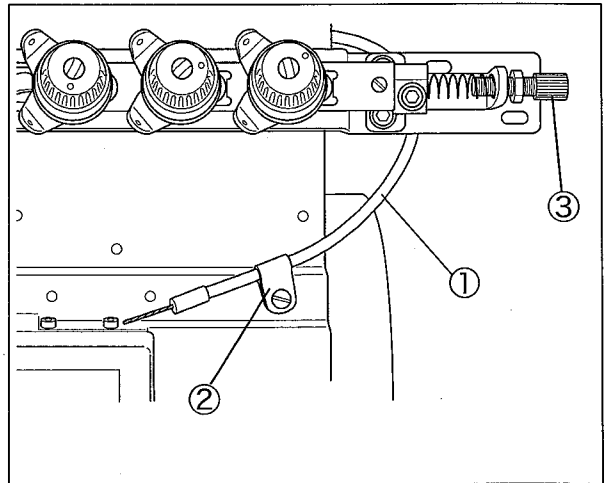
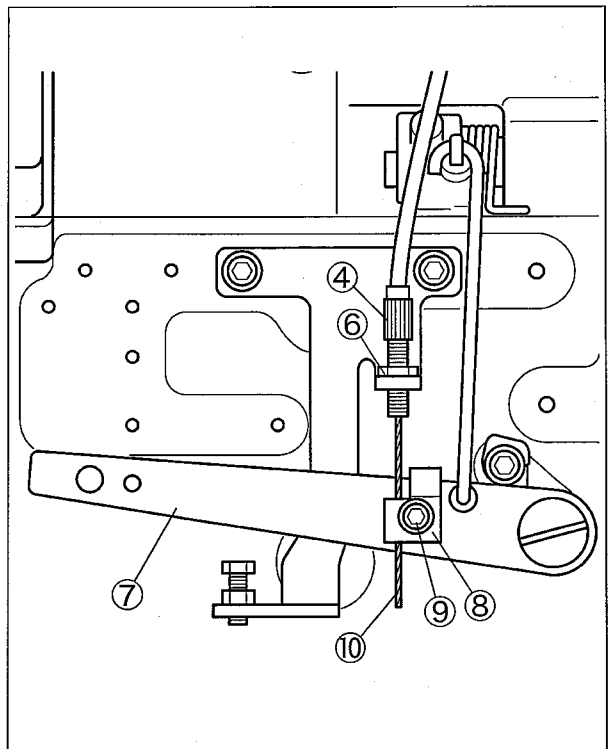

図1
図3
1. コードクランプ②を取り外す。
2. ワイヤガイド③④のネジ部の中央部分で、ロックナット⑤⑥によってワイヤガイド③④が固定されていることを確認する。(図1, 図3)
3. 押エ揚ゲレバー⑦側(ミシン後面)のワイヤ止メ(下)⑧の止ネジ⑨を緩める。(図3)
- (1) ワイヤ止メ(上)⑪を取り外す。
- (2) ワイヤ⑩をワイヤ止メブロック⑬の溝に沿わせ、ワイヤ⑩の先端をワイヤ止メブロック⑬の左端まで差し込む。
- (3) ワイヤ止メ(上)⑪を取り付ける。
5. 押エ揚ゲレバー⑦側(ミシン後面)のワイヤ⑩をたるまないように、ワイヤ止メ(下)⑧にはさみ、止ネジ⑨を締めてワイヤ⑩を固定する。(図3)